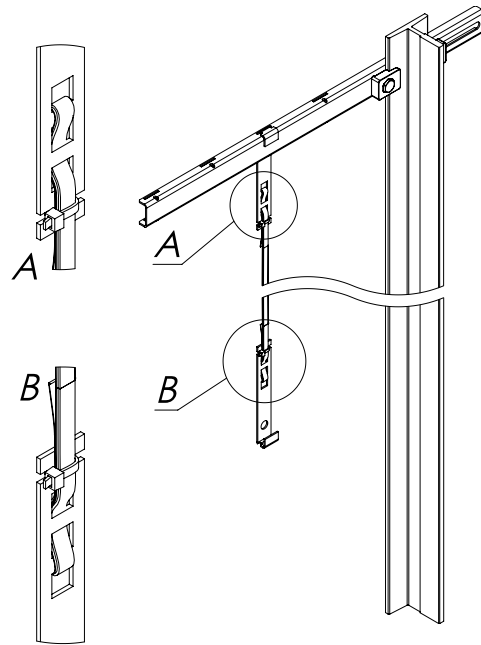

FIG 4
- D** Der Bandhalter muss bei diesem Schritt im Querträger sein. Fädeln Sie nun das Band in den Bandhalter wie im Bild gezeigt. Achten Sie auf die Orientierung des Bandes. Die Magnetseite muss später zum Sensorkörper zeigen. Das Prinzip funktioniert wie ein selbsthemmender Gürtel. Lassen Sie mindestens 20 cm Band überstehen und drücken Sie das Band im Bandhalter flach. Ein Knick im oberen Bogen ist gewünscht. Sichern Sie zum Schluss das Band mit einem Kabelbinder am unteren Ende des Bandhalters (siehe FIG4).
- E** This step must be done with the clamp inside the crossbeam. Thread the tape through the clamp and back down, as shown. Mind the orientation of the tape – the magnet side must face the sensor body later on. Basically, the fixture works like a self-locking belt. Leave at least 20 cm tape at the spare end. Press the loops flat in the clamp. There should be a break in the upper loop. In the end, secure the tape with a cable tie at the bottom of the clamp (see FIG 4).
- F** Cette étape doit être effectuée avec l'attache insérée dans la traverse. Glissez la bande dans l'attache puis repassez. Attention au sens de la bande - la face magnétique doit être située du côté du corps du capteur. Le principe est un auto serrage de la bande. Laissez au moins 20 cm de bande dépasser l'extrémité de l'attache. Tirez alors sur la bande pour replier la boucle et sécuriser la en installant un serre câble (voir FIG 4).
- D** Nach dem Verlegen des Bandes im Aufzugschacht, bringen Sie den Bandhalter für Position Schalter am unteren Ende des Bandes an. Lassen sie mindestens 20 cm Band überstehen und drücken Sie das Band im Bandhalter flach. Ein Knick im unteren Bogen ist gewünscht. Sichern Sie zum Schluss das Band mit einem Kabelbinder am oberen Ende des Bandhalters (siehe FIG 4).
- E** After the tape has been installed in the shaft, fix the tape fixture for the position switch to the lower end of the tape. Leave at least 20 cm at the spare end and press the loop flat in the clamp. There should be a break in the lower loop. The end, secure the tape with a cable tie at the top of the clamp (see FIG 4).
- F** Une fois la bande installée dans la cage d'ascenseur, installez à l'extrémité basse de la bande l'attache pour interrupteur Laissez au moins 20 cm de bande dépasser l'extrémité de l'attache. Tirez alors la bande pour replier la boucle et sécurisez la en installant un serre câble (voir FIG 4).